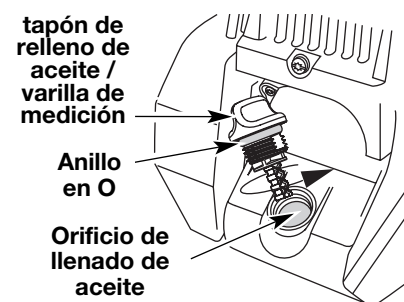

Fig. 29
6. Si el nivel está bajo, agregue una pequeña cantidad de aceite en el orificio de llenado de aceite y vuelva a medir (Fig. 29).
**NOTA:** Verifique que el anillo en O esté en su lugar en el tapón de relleno de aceite / varilla de medición cuando mida y cambie el aceite (Fig. 29).